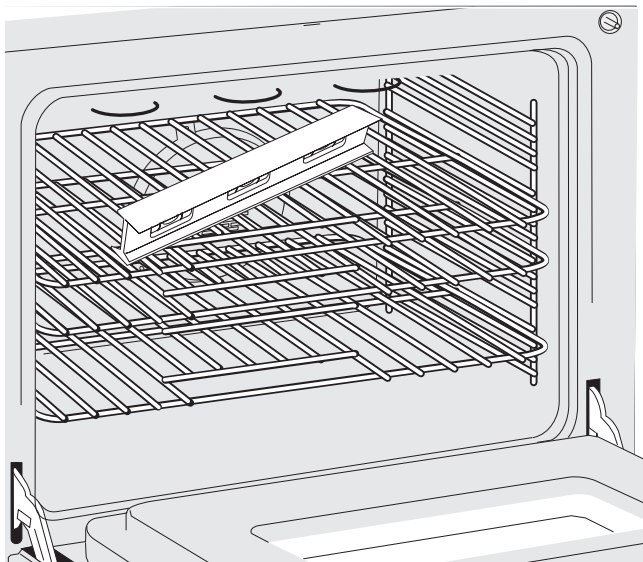

Figure 20 : Utiliser les grilles du four pour mettre l'appareil de niveau
2. Placer un niveau sur la grille (Figure 20). Prendre 2 lectures avec le niveau placé diagonalement dans une direction puis dans l'autre.